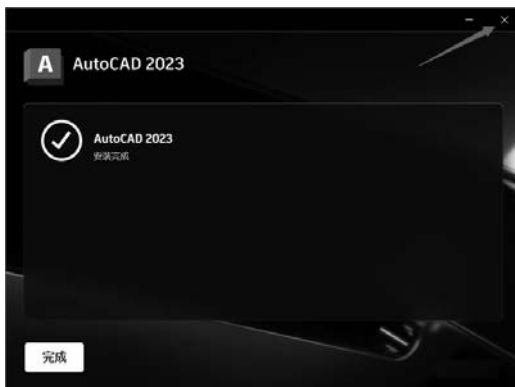

图 1-4 安 装 完 成
(3) 安装完成后, 单击对话框右上角的“关闭”按钮 , 如图 1-4 所示。